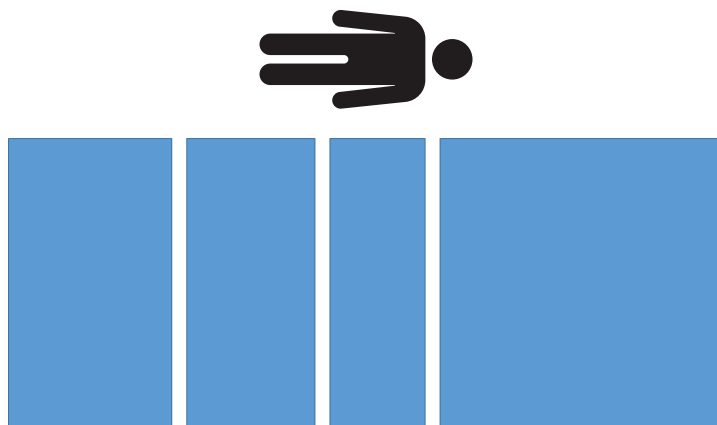

Figura 17 – Ensaio de excentricidade - sem peso
5. Retire todos os pesos calibrados do produto (Figura 17).